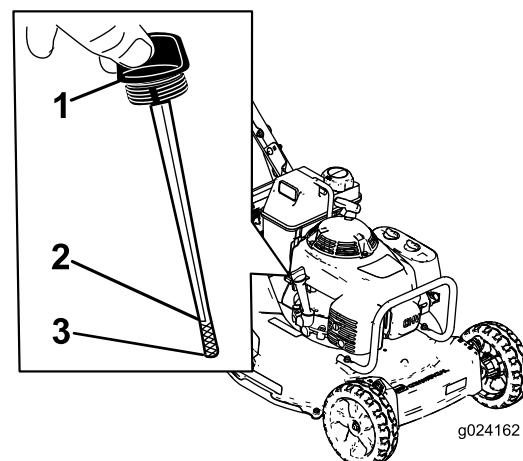

Figure 6
Avant chaque utilisation, vérifiez que le niveau d'huile se situe entre les repères maximum et minimum sur la jauge (Figure 6).
- Nettoyez la surface autour du bouchon de remplissage (Figure 6).